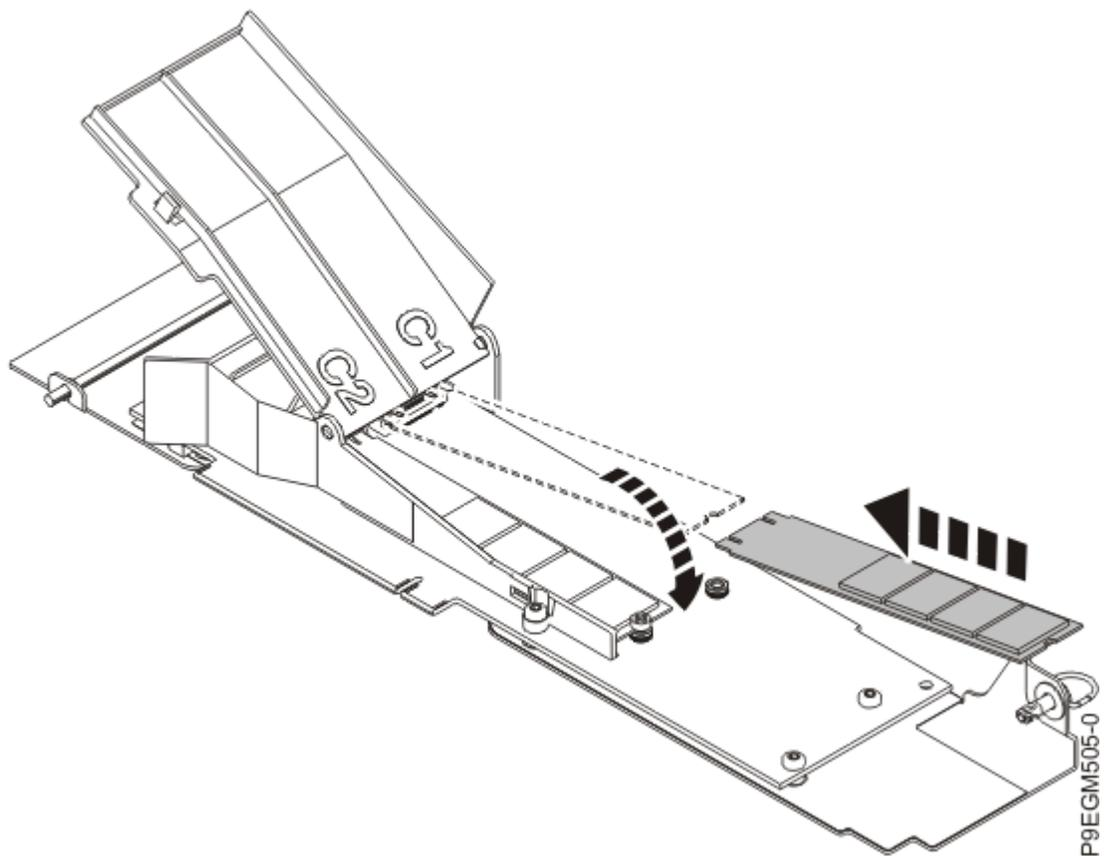

図 8. NVMe M.2 フラッシュ・モジュールの取り付け
3. 新しい NVMe M.2 フラッシュ・モジュールのいずれかをスライドさせて NVMe M.2 キャリア・カード・ソケットに入れます。11 ページの図 8 を参照してください。